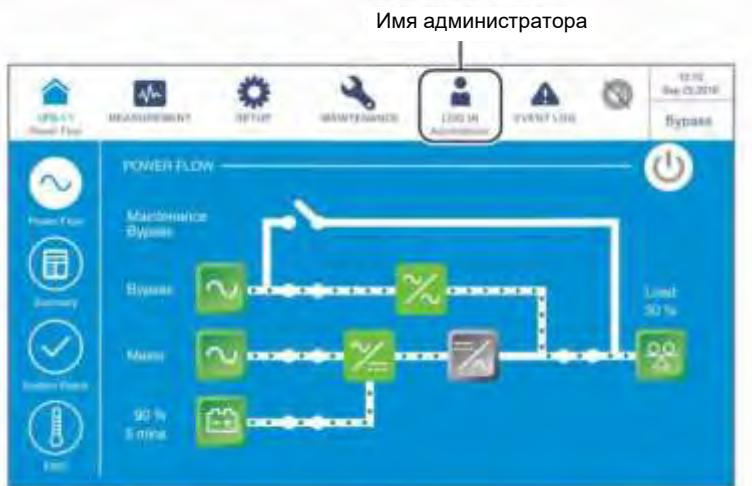

Рисунок 6-55: Экран байпасного режима и имя администратора
- 4 Войдите в систему как Администратор. Для получения пароля Администратора свяжитесь с персоналом по техническому обслуживанию. После входа в систему убедитесь, что вход произошел под именем Администратора (см. *Рисунок 6-55*).